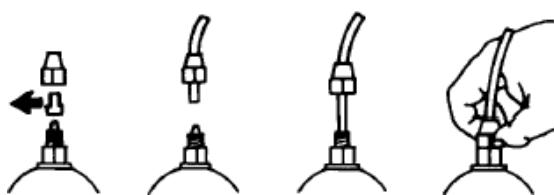

Рис. 7
e. – Зніміть захисні ковпачки з двох ніпелів, пропустіть шланг через гайку, одночасно проштовхуючи і обертаючи, вставте шланг в конічне з'єднання ніпеля (зажим шланга). Поворотом гайки зафіксуйте шланг. (Рис. 7)